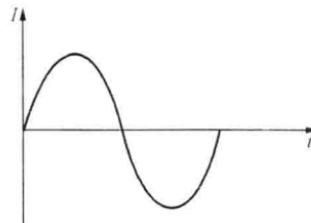

图 1-4 交流电流
2) 交流电流是指电流的大小和方向随时间作周期性变化，如图 1-4 所示。最常见的是正弦交流电。